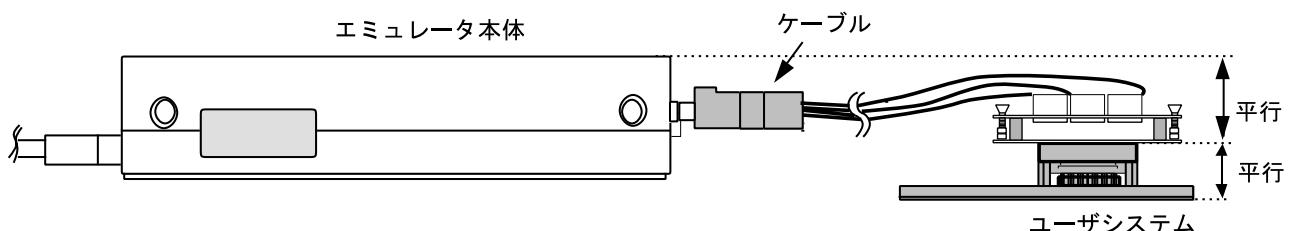

図 10 設置例
- (1) ユーザシステムへの接続時には 1 ピン位置に十分注意して、誤接続は絶対にしないでください。
- (2) 本ユーザシステムインターフェースケーブルを使用する場合の推奨マウントパッド寸法は、MCU 実装用マウントパッド寸法とは異なりますので注意してください。
- (3) 本ユーザシステムインターフェースケーブルは、HS2633EPI61H エミュレータ専用ですので、他のエミュレータ本体には使用しないでください。
- (4) ケーブル本体部が断線する可能性がありますので、本ユーザシステムインターフェースケーブルの上に重いものや金属等の角の尖ったものを置かないでください。
- (5) ユーザシステムに接続した状態では、ユーザシステムインターフェースケーブル、特にケーブル先端部に無理な力が加わらないように注意する必要があります。図 10 の設置例を参照してご使用ください。